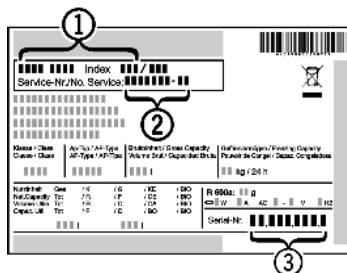

Fig. 13
- ▶ Gerätebezeichnung Fig. 13 (1), Service-Nr. Fig. 13 (2) und Serial-Nr. Fig. 13 (3) vom Typenschild ablesen. Das Typenschild befindet sich an der linken Geräteinnenseite.
- ▶ Den Kundendienst benachrichtigen und den Fehler, Gerätebezeichnung Fig. 13 (1), Service-Nr. Fig. 13 (2) und Serial-Nr. Fig. 13 (3) mitteilen.